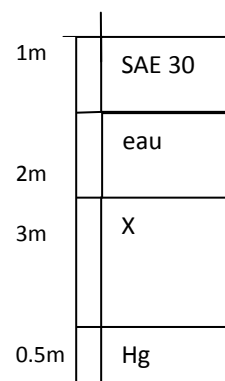

Fig.4
- Quelle est la densité du fluide X si la pression au fond du réservoir est 424 kPa (fig.4).